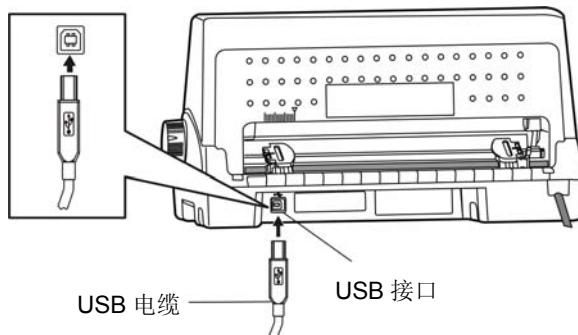
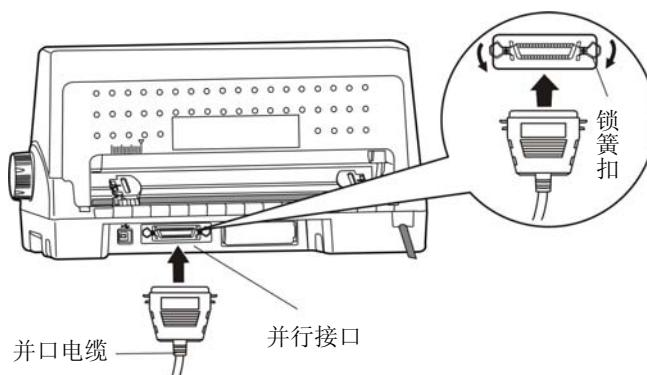
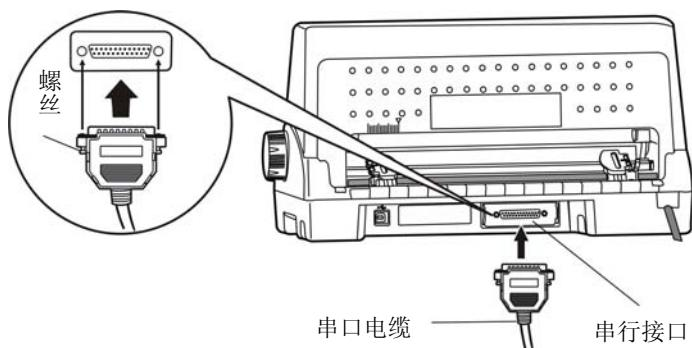
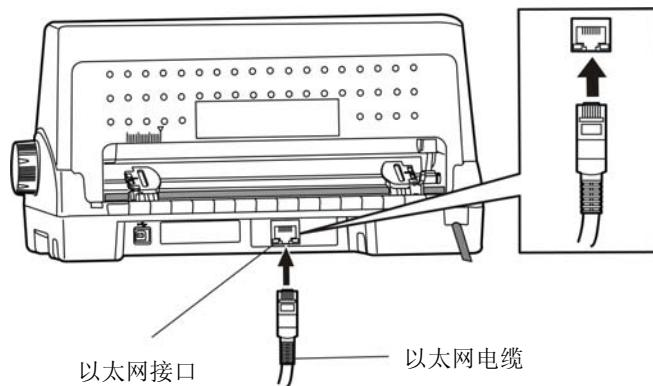

图 2-11 连接 USB 电缆
图 2-12 连接并口电缆
图 2-13 连接串口电缆
图 2-14 连接以太网电缆
本打印机可配置 USB 接口、并行接口、串行接口、以太网接口、蓝牙或 Wi-Fi（产品的具体接口配置，以实物为准）。请根据需要，用相应的接口电缆把打印机与计算机相连（如图 2-11、图 2-12、图 2-13 和图 2-14 所示）。
2. 将 US B 电缆的 B 端插头（方型）插进打印机的 USB 接口插座中（如图 2-11 所示）。
1. 关闭计算机与打印机的电源，将并口电缆插头连接到打印机的并行接口，扣上连接器两侧的锁簧扣，固定并口电缆（如图 2-12 所示）。
1. 关闭计算机与打印机的电源，将串口电缆插头连接到打印机的串行接口，拧紧两侧的螺丝，固定串口电缆（如图 2-13 所示）。
将以太网电缆的 RJ-45 水晶插头一端插进打印机的以太网接口插座中，另一端插头连接到局域网的接入端（如图 2-14 所示）。